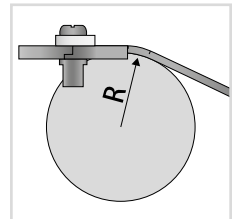

Fig. 8
- Para evitar roturas al doblar la barra de sistema/la barra de anclaje de sistema, tenga en cuenta que no la doble en radios más pequeños que los radios indicados en la tabla (fig. 8). El radio de doblar depende del grosor del material (véase la tabla).